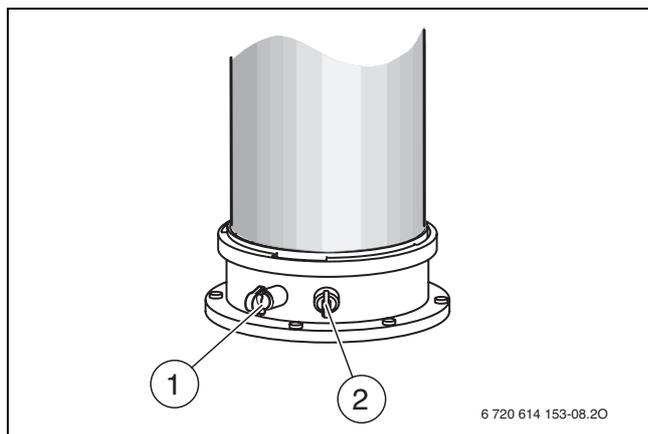

Fig. 94
- ▶ Rimuovere il tappo di chiusura della presa di analisi dell'aria comburente [2] (→ fig. 94).
- ▶ Rimuovere il tappo della presa di analisi dei gas combusti [1] (→ fig. 94).